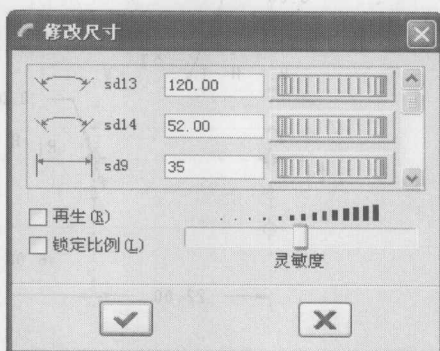

图 2-8
③ 在图 2-8 所示对话框中“再生”,并对标注尺寸按要求进行修改。